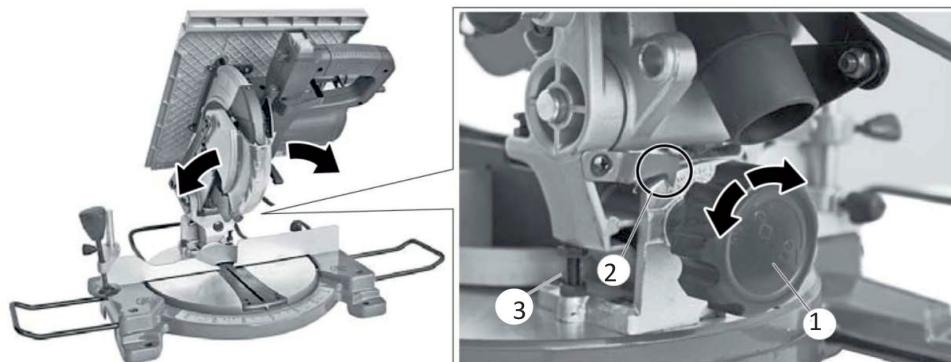

Рис. 4
3. Поверните стол, чтобы указатель встал на нужный угол на линейке скоса (Рис. 4).
Распиловка под наклоном производится поперек волокон заготовки при наклоненном пильном диске. При прямой распиловке под наклоном стол стоит под углом  $0^\circ$ , а пильный диск - под углом от  $0^\circ$  до  $45^\circ$ . (Рис. 4)